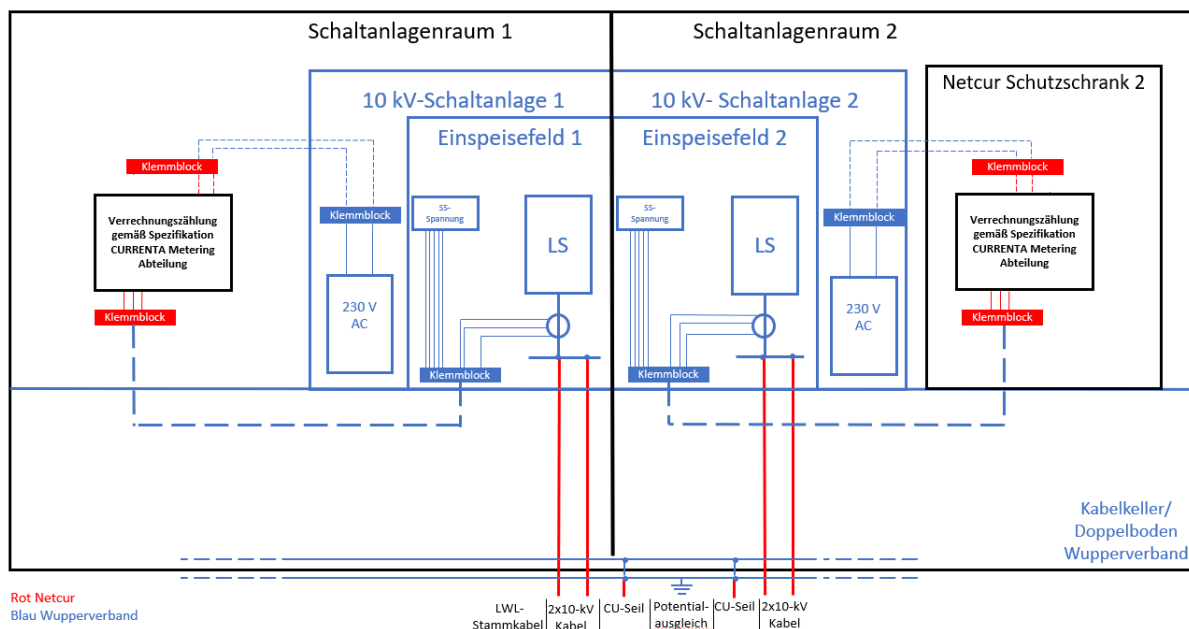

Abbildung 2: Prinzipschaubild Schnittstellenbeschreibung „Metering“ CUR/ WV
- Die Tiefbauarbeiten im ausgewiesenen Baustellenbereich (siehe Abbildung 2) werden durch den WV ausgeführt. Die Kabeleinführungen werden gemäß der Schnittstellenbeschreibung von Westen (Übergabestation) eingeführt